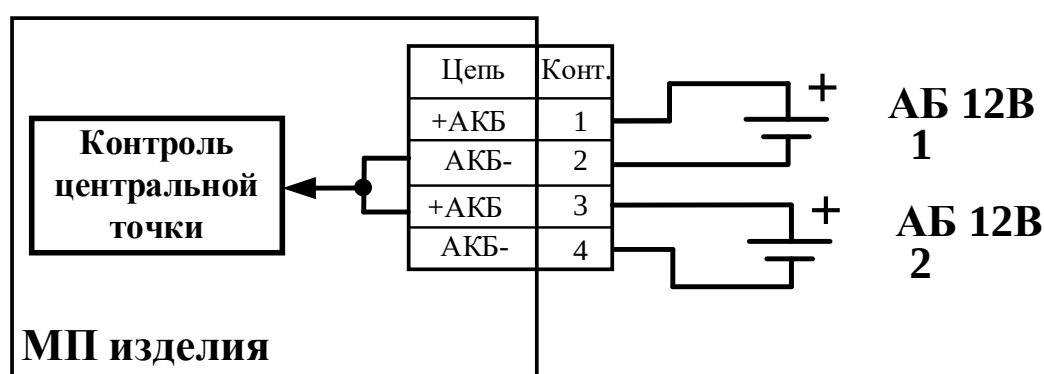

Рисунок 1
- Изделие имеет режим контроля при асимметрии напряжений подключенных АБ. При расхождении напряжений на АБ более чем на 3 В- происходит блокировка заряда данных АБ. Данный режим доступен при подключении 2-х АБ с использованием средней точки (см. Рисунок 1).